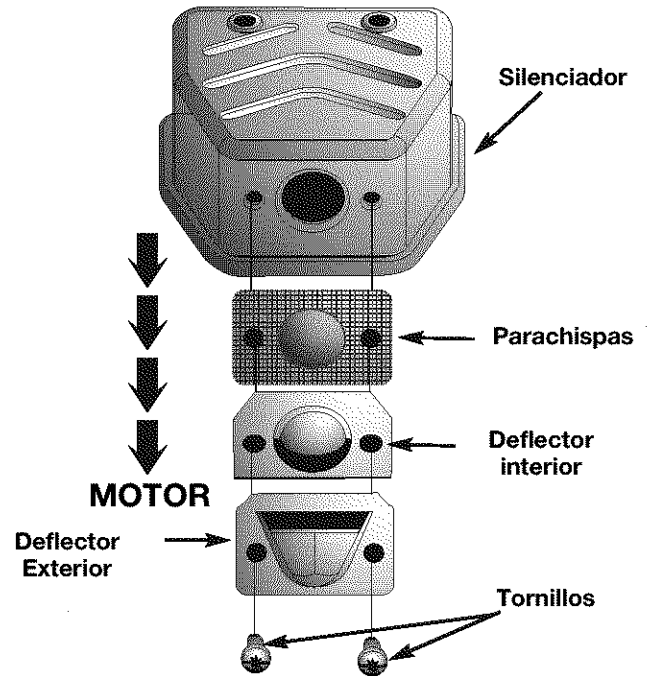

Fig. 36
2. Ubique el silenciador y encuentre los dos (2) tornillos en la parte inferior del silenciador (Fig. 36). Estos dos tornillos fijan el conjunto del deflector de emisiones y la rejilla del parachispas a la parte inferior del silenciador. Quite los dos (2) tornillos usando un destornillador adecuado.
6. Coloque el deflector interior encima del parachispas como se indica en la Fig. 36. Los bordes biselados del deflector interior deben estar alejados del lado del motor del silenciador.
7. Coloque el deflector exterior encima del deflector interior como se muestra en la Fig. 36. Los bordes biselados del deflector exterior deben estar alineados con los bordes biselados del deflector interior. Verifique que las emisiones estén dirigidas APARTÁNDOSE del motor.